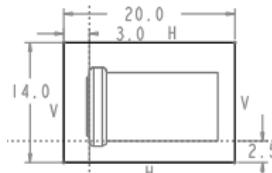

图 9.6 截面草图
(1) 选择命令。单击 \square 功能选项卡 \square 区域中的 \square 按钮。
(2) 创建实体拉伸特征。
① 选取拉伸类型。在出现的操控板中，确认“实体”类型按钮 \square 被按下。
② 定义草绘截面放置属性。在绘图区中右击，从快捷菜单中选择 \square 命令。系统弹出“草绘”对话框，然后选择参考模型MOLD_FRONT基准平面作为草绘平面，草绘平面的参考平面为MAIN_PARTING_PLN基准平面，方位为左，然后单击 \square 按钮，至此系统进入截面草绘环境。
③ 进入截面草绘环境后，系统弹出“参考”对话框，选取MOLD_RIGHT基准平面和MAIN_PARTING_PLN基准平面为草绘参考，然后单击 \square 按钮，绘制图9.6所示的截面草图。完成特征截面的绘制后，单击“草绘”操控板中的“确定”按钮 \checkmark 。
④ 选取深度类型并输入深度值。在操控板中单击 **选项** 按钮，从系统弹出的界面中选取侧 1 的深度类型 **上 盲孔**，再在深度文本框中输入深度值 15.0，并按回车键；然后选取 侧 2 的深度类型 **上 盲孔**，再在深度文本框中输入深度值 3.0，并按回车键。